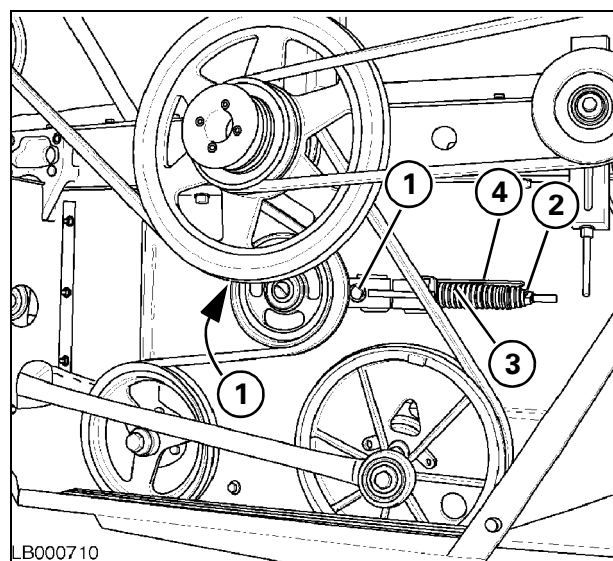

Рис. 14
10. Приводной ремень зернового шнека и шнека недомолота Рис. 14